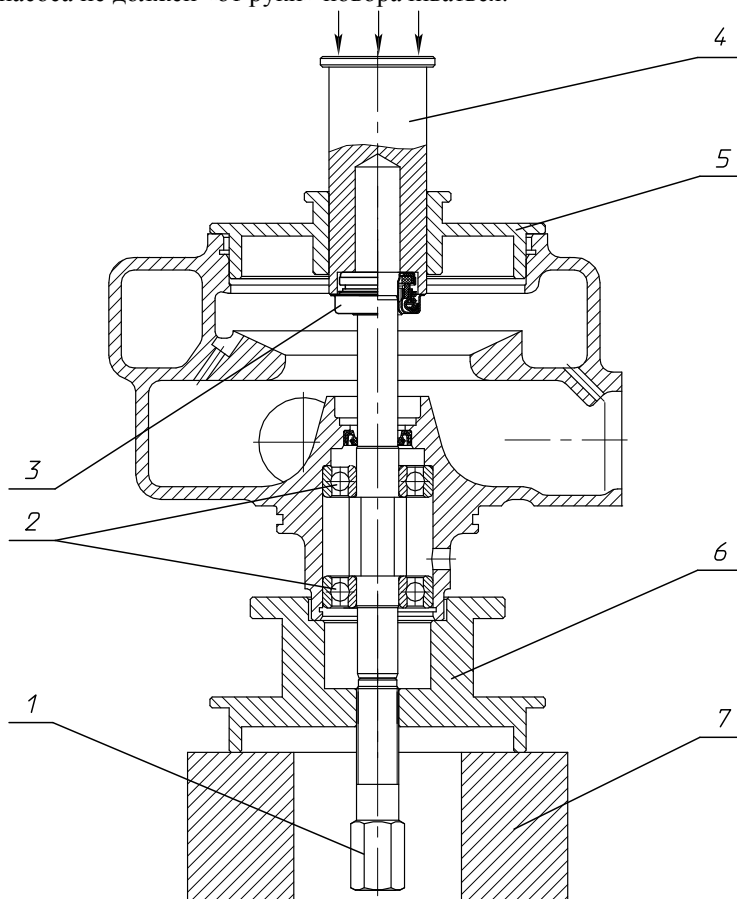

Рис.39. Установка торцового уплотнения «КАСО»
1. Установить корпус насоса в сборе с валом и подшипниками через специальную проставку 6 вертикально на жесткую опору 7, которая имеет внутреннее отверстие для размещения установочного винта 1 (см. рисунок 39).